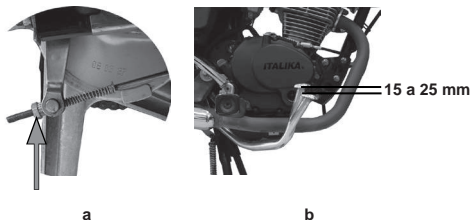

imagen 30. ajuste del pedal del freno trasero
2. Ubicar la tuerca de ajuste en el lado derecho de la llanta trasera. Ver imagen 30-A.
4. Revisar que la carrera libre del pedal del freno esté dentro de la especificación. En caso de que la carrera libre no esté entre 15 a 25 mm, repite del paso 2 al 4. Ver imagen 30-B.